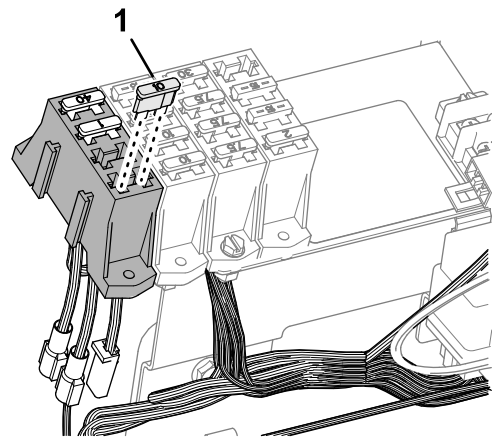

Figura 21
5. Insira o fusível (10 A) na ranhura do bloco de fusíveis do conector OPTIONS POWER (Figura 21).